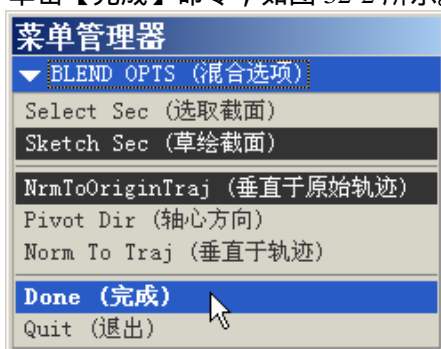

图 32-2
- (1) 单击菜单【插入】 【扫描混合】 【伸出项】命令，打开【混合选项】菜单，接受系统的默认设置，单击【完成】命令，如图 32-2 所示。